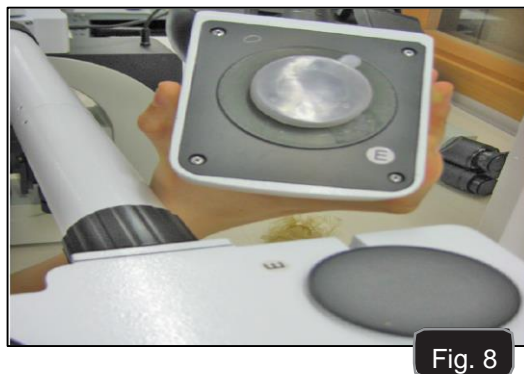

Fig. 8
8. Insert the binocular heads, matching the reference letters (Fig. 8).
8. Inserire le teste di osservazione binoculari, rispettando le lettere di riferimento. (Fig. 8).